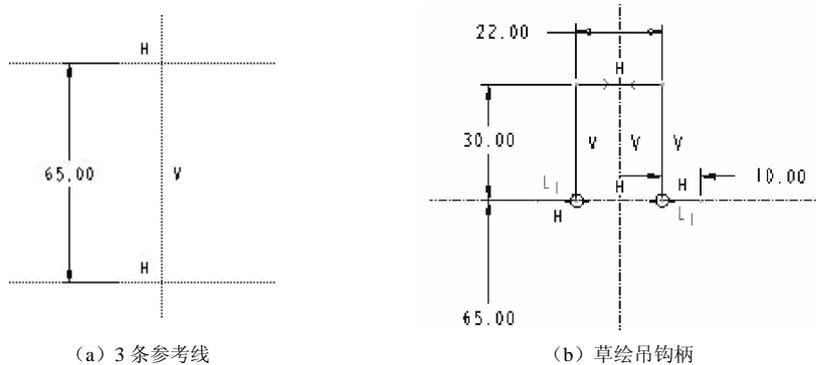

图2-52 吊钩绘制步骤
(4) 单击“通过圆心”  按钮，绘制一段半径为“20”的圆弧，其圆心在第一条水平参考中心线上，一端与上一步倒圆角端点重合，另一端的位置先暂时通过观察大致确定，宁长勿短，以保证与后绘制的圆弧相切，如图2-52(d)所示。